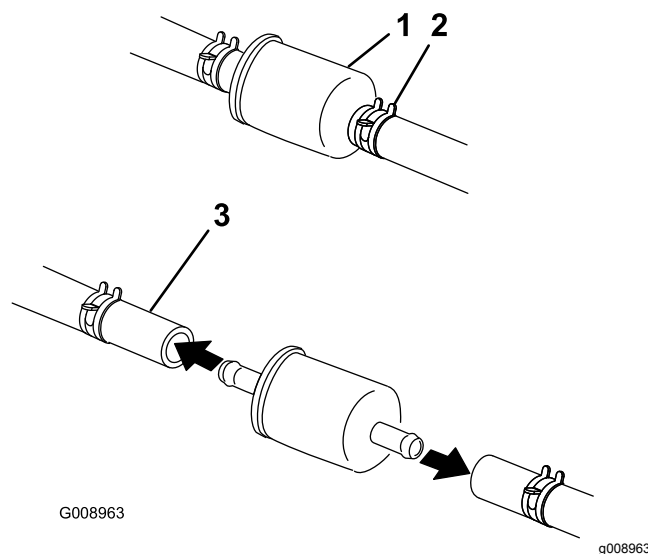

Figure 44
5. Pincez les extrémités des colliers et éloignez les colliers du filtre (Figure 44).
7. Posez un filtre neuf et rapprochez les colliers de fixation du filtre (Figure 44).